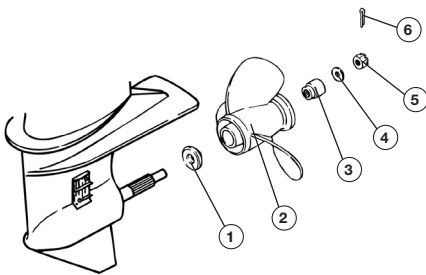

Рис. 51 Схема установки гребного винта
3. Открутите гайку 5 крепления винта и снимите шайбу 4 и втулку 3 (Рис. 51).
4. Сдвиньте и снимите гребной винт 2 с вала (Рис. 51).
5. Снимите с вала упорную шайбу 1 (Рис. 51).
2. Установите на вал упорную шайбу 1, гребной винт 2, втулку 3 и шайбу 4. Накрутите гайку 5 крепления гребного винта (Рис. 51).
4. Зафиксируйте гайку гребного винта с помощью шплинта 6 (Рис. 51), концы шплинта разогните.